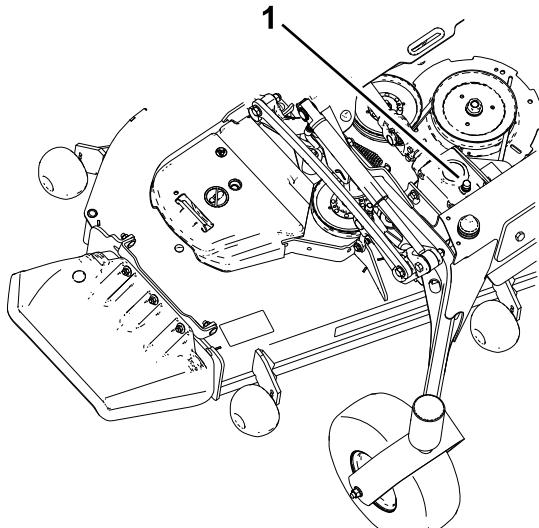

Рисунок 51
5. Вийміть щуп/заливну заглушку з верхньої частини коробки передач та перевіртеся, що мастило знаходитьться в діапазоні між позначками на щупі (Рисунок 51).
5. Вийміть щуп/заливну заглушку з верхньої частини коробки передач та переконайтесь, що мастило знаходиться в діапазоні між позначками на щупі (Рисунок 51).